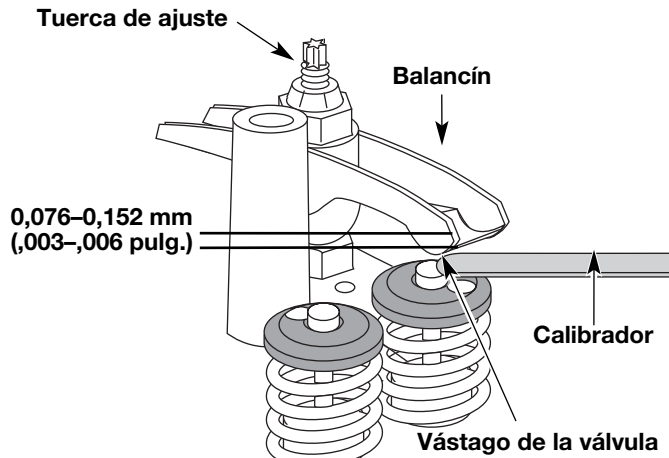

Fig. 39
- a. Gire la tuerca de ajuste con una llave de 8 mm (5/16 pulgadas) o una guía de tuercas (Fig. 39).